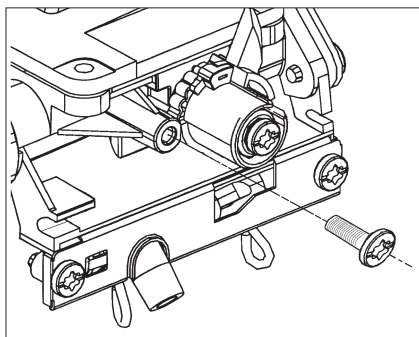

Fig. 8a
- Monter la vis (fig. 8a) de fixation du plastron (fournie dans la pochette d'accessoires).